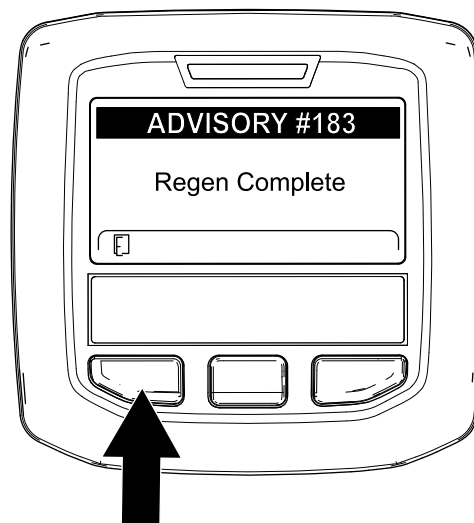

Figure 56
- Quand le calculateur moteur achève une régénération en stationnement ou d'urgence, l'InfoCenter affiche ADVISORY #183 (avis n° 183) (Figure 56). Appuyez sur le bouton gauche pour quitter l'écran d'accueil.
**Remarque:** Si la régénération échoue, l'InfoCenter affiche Advisory #184 (avis n° 184) (Figure 56). Appuyez sur le bouton gauche pour quitter l'écran d'accueil.